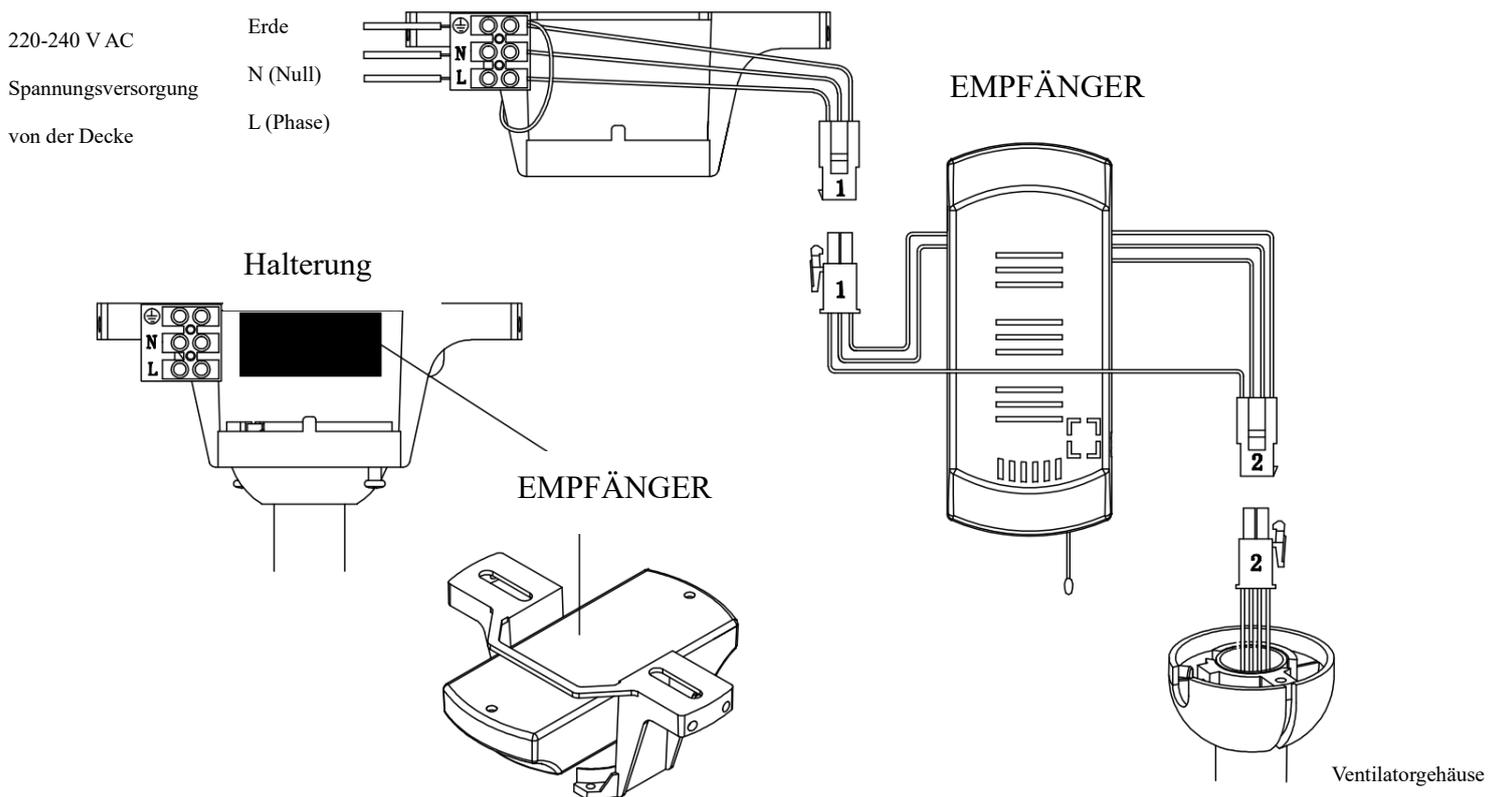

Abb. 8
Von der Netzversorgung zur Klemmleiste an der Montagehalterung: (Abb. 8)
Von der Montagehalterung zum Empfänger und Ventilatormotor: (Abb. 8)
- Stecken Sie den Fernbedienungsempfänger vorsichtig über der Kugelaufhängung in den Zwischenraum zur Halterung. Achten Sie darauf, keines der Kabel zu beschädigen oder zu lösen. (Abb. 8)